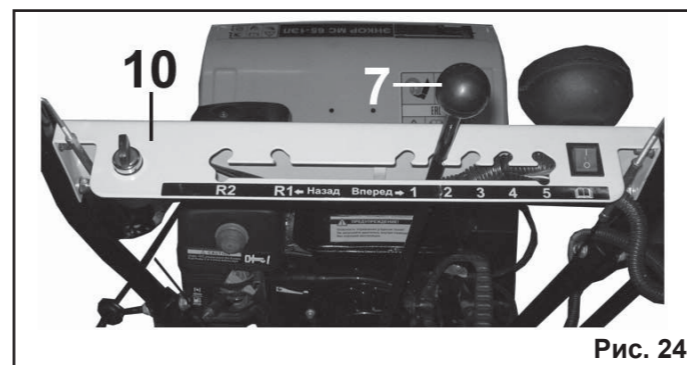

Рис. 24
8.4. Переключение передач (Рис.24).